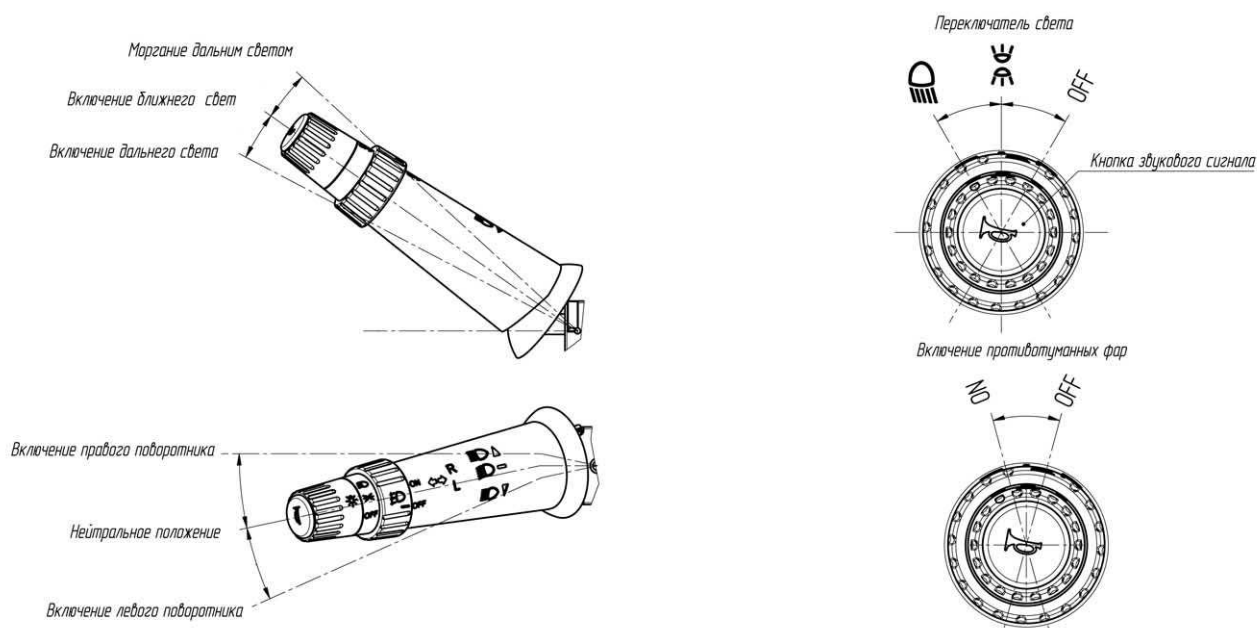

Рис. 3.21. Левый подрулевой переключатель
Левый подрулевой переключатель (рис. 3.21) объединяет следующие функции: управление наружным освещением; переключение света фар (ближний - дальний свет); сигнализация (мигание) фарами; включение указателей поворота; включение звукового сигнала.
- 2 - осуществить мигание фарами дальнего света два раза, с помощью левого подрулевого переключателя (см. рис. 3.21);
- поворотный переключатель наружного света (рис. 3.21) выключен или в положении